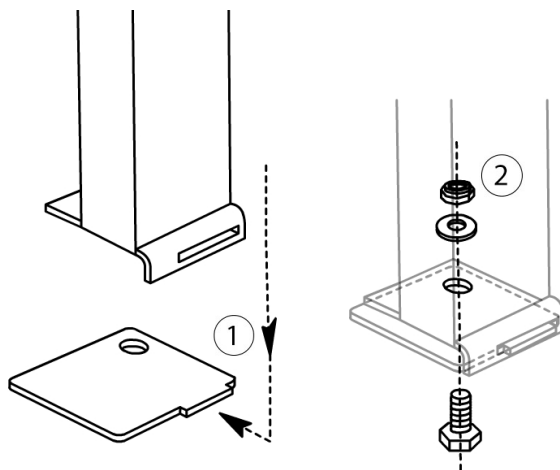

Рис. 6 Установка колесных рам.
6. Вставьте колесную раму ① в отверстие матрасного основания. Наденьте шайбу и затяните гайку. Таким же образом установите следующую колесную раму ② (см. Рис. 6).